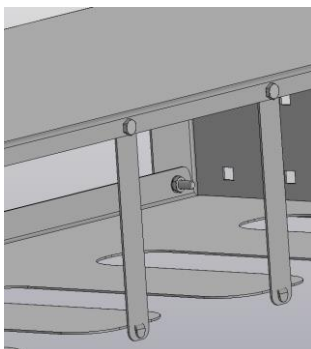

Рис.2
2. Как показано на Рис.2 присоединить перемычки между средней и нижней полкой.